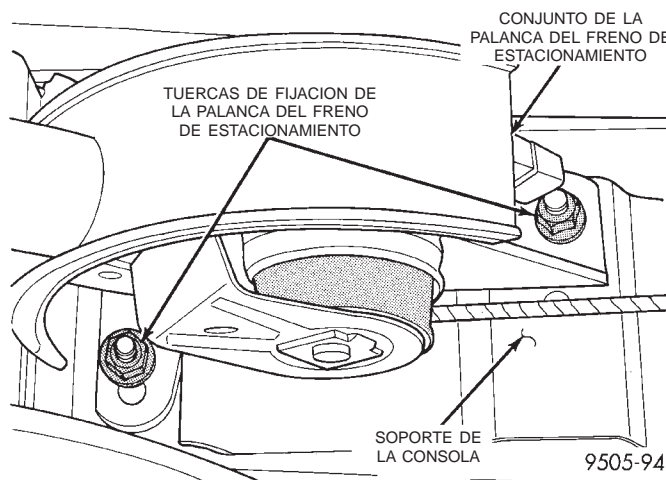

Fig. 133 Fijación de la palanca del freno de estacionamiento al soporte de la consola
(9) Retire las 2 tuercas (Fig. 133) que fijan la palanca del freno de estacionamiento al soporte de la consola. Retire el mecanismo de la palanca del freno de estacionamiento del vehículo.
(1) Coloque la palanca del freno de estacionamiento sobre el soporte de la consola. Instale y apriete firmemente las 2 tuercas de fijación (Fig. 133).